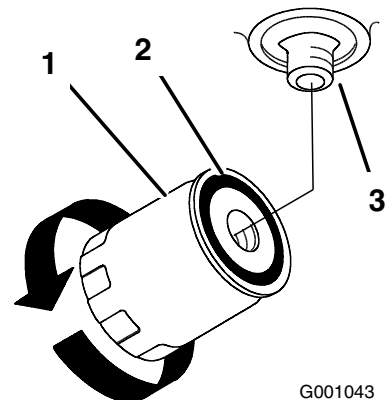

Figura 56
5. Retire el filtro usado y limpie con un paño la superficie de la junta del adaptador del filtro (Figura 56).
9. Cuando el filtro hidráulico esté lleno, gire el filtro en el sentido de las agujas del reloj hasta que la junta de goma entre en contacto con el adaptador del filtro, luego apriete el filtro 1/2 vuelta más (Figura 56).